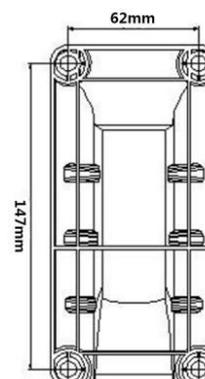

Fig.2
3. Pegue no suporte de montagem como um modelo para marcar a posição dos parafusos e faça quatro furos na parede (Fig.2).